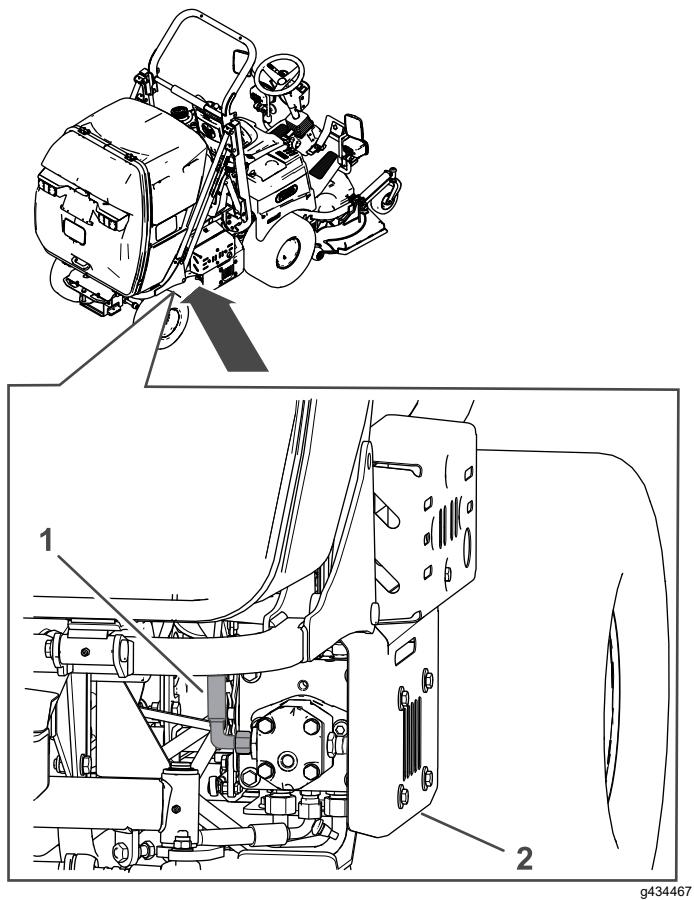

Figura 84
5. Para esvaziar o depósito hidráulico, retire a cobertura e desaperte o tubo hidráulico do lado da bomba hidráulica (Figura 84).